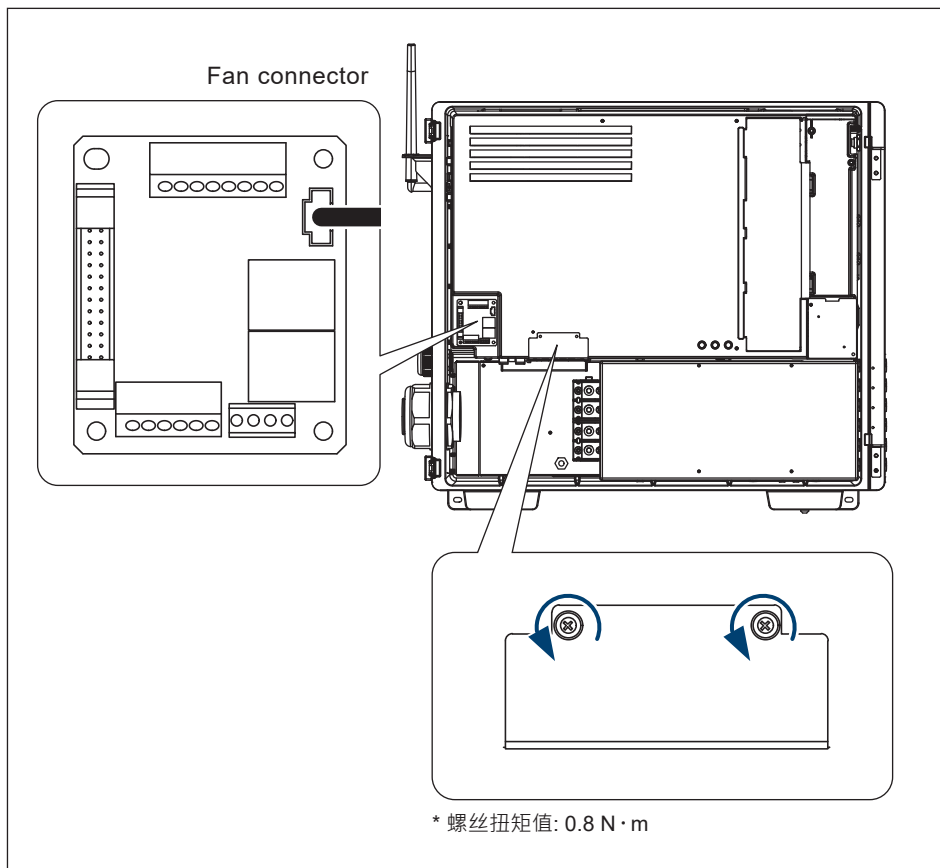
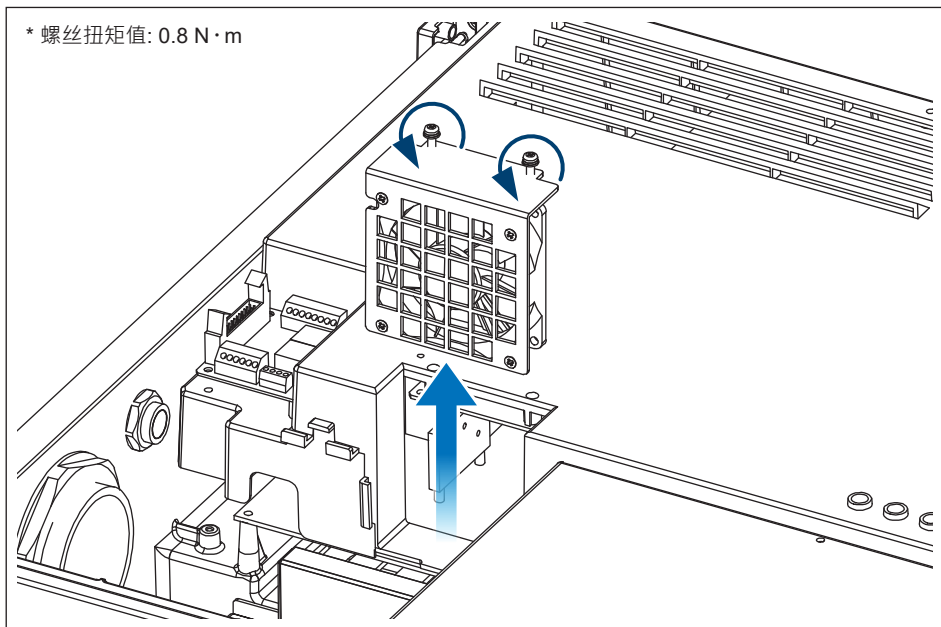

图 5-14: 内部风扇2 位置与拆装示意图
图 5-15: 取下内部风扇2示意图
- (1) 松开图5-14中所示的两颗防脱落螺丝，然后拆下风扇架。
- (2) 取下通讯板上的电源连接排线。
- (3) 取下风扇组件。(如图5-15所示)